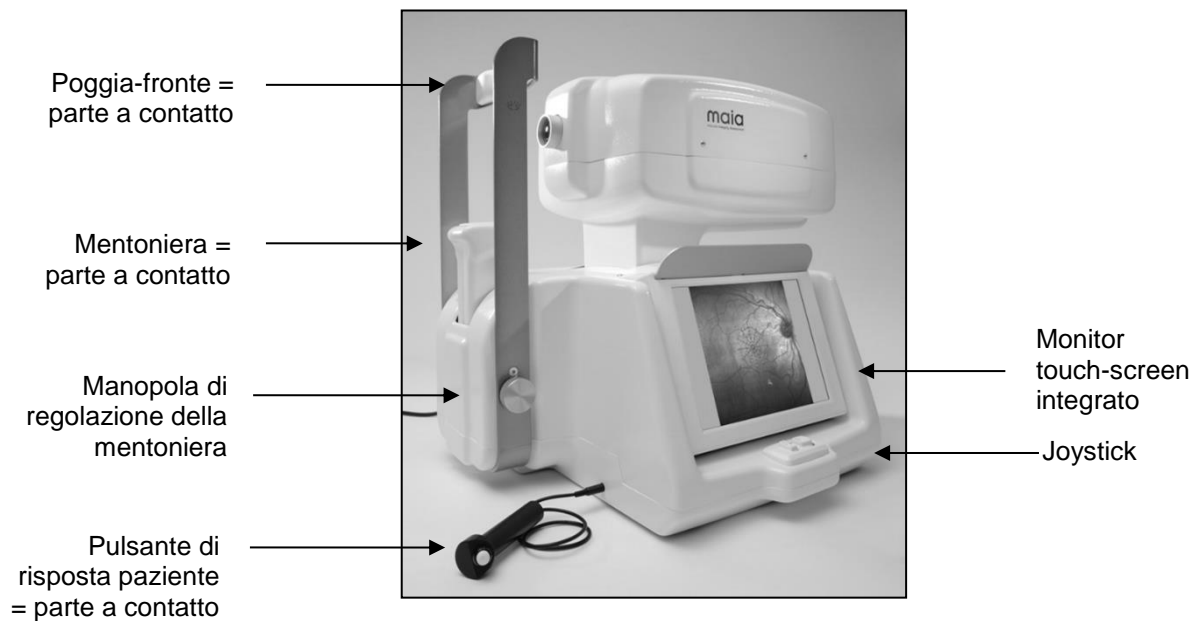

Fig. 5 – MAIA vista laterale
- inserire il cavo del pulsante di risposta nell'apposito connettore (v. Fig. 4 o Fig. 5): il pulsante di risposta viene utilizzato dal paziente come spiegato nel capitolo 7;